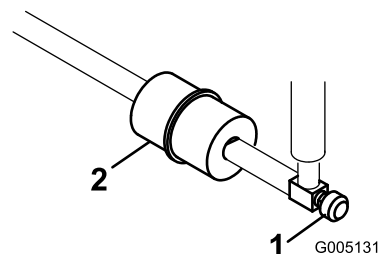

Figura 30
Existe um filtro no interior da tubagem de combustível, situado entre o depósito de combustível e o carburador (Figura 30).
1. Feche a válvula de bloqueio do combustível, liberte a braçadeira de tubos que se encontra no carburador, na zona do filtro e retire a tubagem de combustível do filtro (Figura 30).
2. Coloque um recipiente de drenagem debaixo do filtro, liberte as restantes braçadeiras de tubos e retire o filtro (Figura 30).